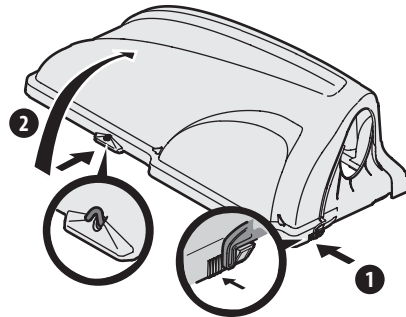

Figura 23
2. Eleve la cubierta de la embolsadora oprimiendo la lengüeta posterior derecha con la mano derecha, como se ve en (1) de la Figura 23, y levantando la cubierta con la mano izquierda en el centro de la parte posterior de la cubierta de la embolsadora, (2).